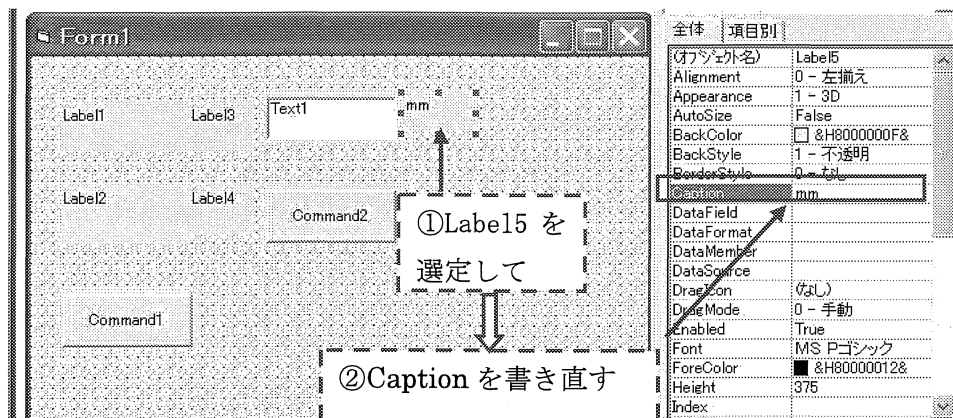

図 3.11 Caption の書き直す
- e. 図 3.11 に示すように、Label の Caption を書き直すと、必要な単位を表示することが